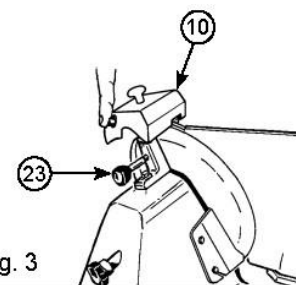

Fig. 3
Après affûtage, remontez le module aiguiseur (9) dans sa position d'origine, voir Fig. 3 et nettoyez le bord de la lame et les roues avec de l'alcool. • Après plusieurs opérations, enlevez tout résidu de la meule d'affûtage avec de l'alcool et une brosse.